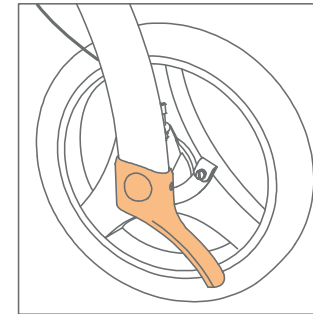

Figura 24: Usando la ayuda del umbral.
- b. Utilice su pie izquierdo o derecho para empujar hacia abajo el umbral de ayuda izquierdo o derecho (**Figura 24**) mientras tira del Rollz Motion hacia atrás con sus manos. Las ruedas delanteras se despegarán del suelo. Ahora empuja el Rollz Motion hacia adelante hasta que estés claramente sobre el pavimento o sobre el umbral con las ruedas delanteras (**Fig. 25**).